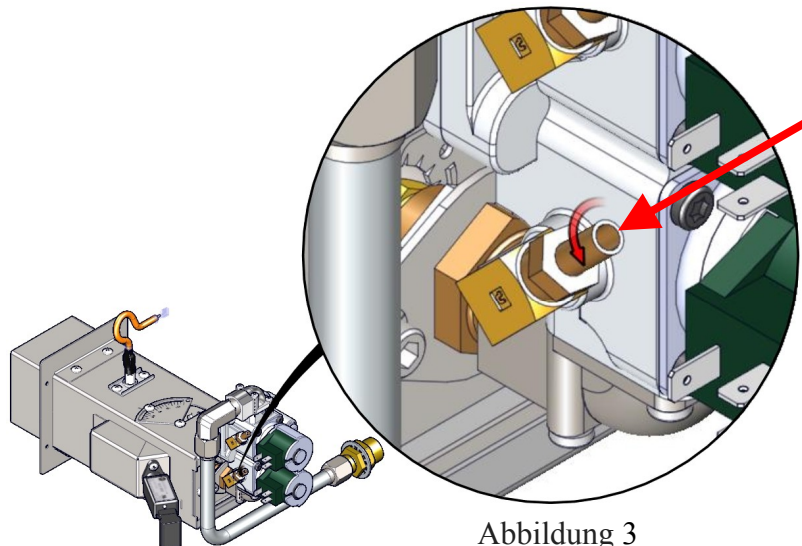

Abbildung 3
- Lösen Sie Einstellschraube 1 volle Umdrehung gegen den Uhrzeigersinn (Abbildung 3)